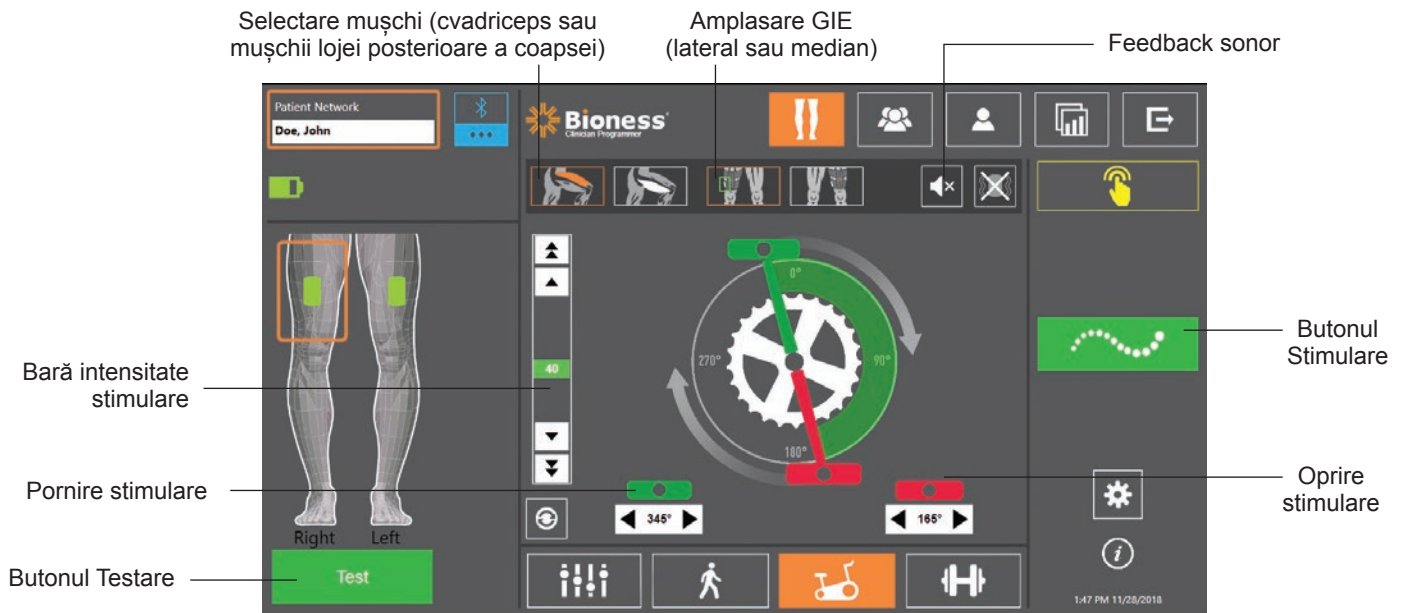

Figura 9-8: Programarea stimulării, ecranul Setări pentru antrenament cu bicicletă
- Apăsați pe pictograma Ecran Antrenament cu bicicletă . Consultați Figura 9-8.
- Pentru jambiera Thigh Stand-Alone, selectați grupa musculară corespunzătoare (cvadriiceps sau mușchii lojei posterioare a coapsei) apăsând pe butonul Selectare mușchi  corespunzător. Selecția va fi evidențiată cu portocaliu. Consultați Figura 9-8.
- Pentru jambiera Thigh Stand-Alone, selectați amplasarea fizică (laterală sau mediană) a dispozitivului GIE apăsând pe pictograma Amplasare GIE . Selecția va fi evidențiată cu un chenar verde. Consultați Figura 9-8.
- Pentru pacienții noi, asigurați-vă că bara de intensitate a stimulării este setată la 0. Consultați Figura 9-8.
- Apăsați pe butonul Test (Testare) pentru salva setarea și a porni stimularea. Creșteți treptat intensitatea stimulării până la nivelul dorit folosind săgețile de pe bara de intensitate a stimulării. Consultați Figura 9-8.
15. Reglați fin intensitatea stimulării în timp ce pacientul pedalează. Consultați Figura 9-8.
Notă: Activarea indicatorului Feedback sonor poate ajuta la optimizarea setărilor de pornire și oprire a stimulării. Consultați Figura 9-8. Palparea mușchiului poate ajuta la determinarea momentelor când se produce contracția musculară.